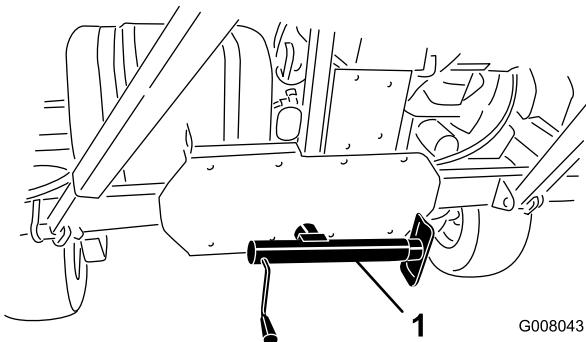

Figura 17
- Baje el gato al suelo para estabilizar la máquina (Figura 17).